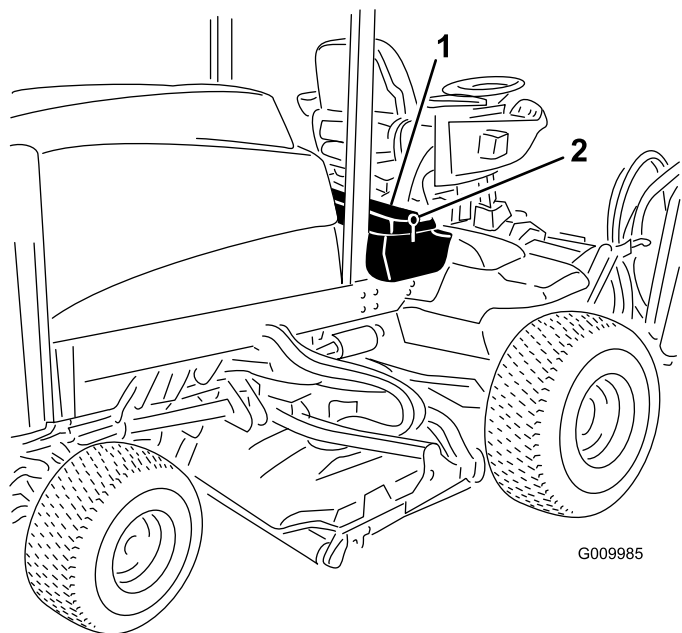
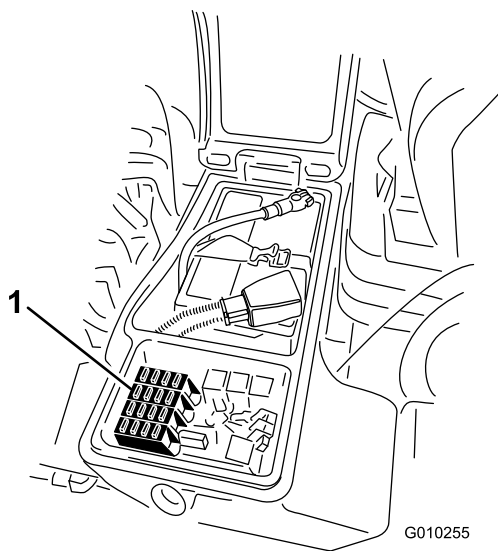

Рисунок 77
Рисунок 78
(Рисунок 77), чтобы получить доступ к блоку предохранителей (Рисунок 78).
2. Замените открытый плавкий предохранитель (предохранители) при необходимости (Рисунок 78).
3. Закройте крышку правого вещевого отсека и зафиксируйте ее защелкой (Рисунок 77).